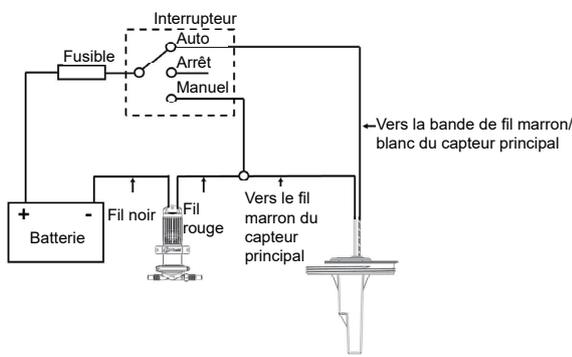
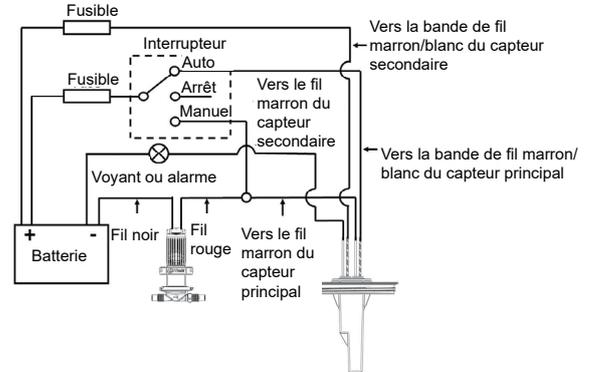

Figure 8A Schéma électrique – Pour modèles à un capteur
Figure 8B Schéma électrique – Pour modèles à deux capteurs
**Étape 4:** Câblage : Figure 8A ou figure 8B.
Mauvaise câblage	Vérifiez le câblage aux Figures 8A/8B